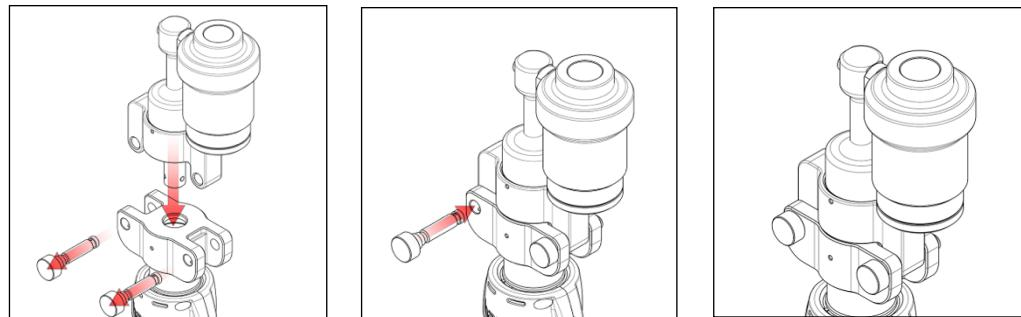

Bild 12: Stanzkopf (Art. 216764) einsetzen
- Ziehen Sie an den Stiften am Aufnahmedapter und fügen Sie den Stanzkopf (Art. 216764) ein, siehe Bild 12 unten: